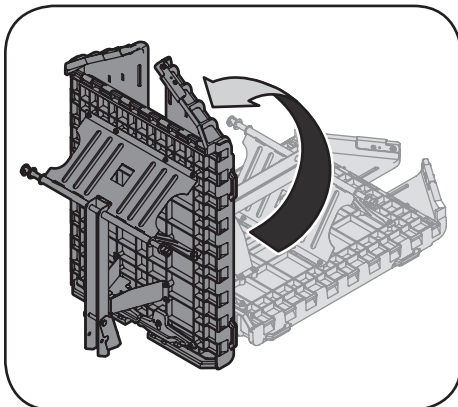

Figure 3-2
2. Placez la remorque en position verticale comme indiqué à la Figure 3-2.